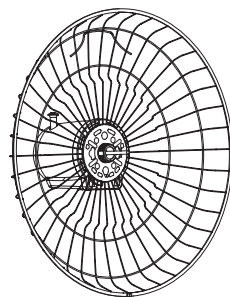
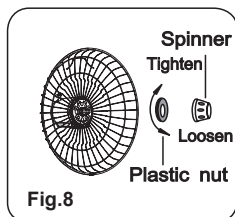

Fig. 7
Fig.8
1. Unscrew and remove the spinner clockwise (or remove from parts bag) and the plastic nut counterclockwise. Fig.8. Mount the rear guard against the motor face so that the pin at the motor face bottom fits through the tear drop hole in the rear guard mounting ring. When correctly mounted the set of two tabs on each side of the motor face will also fit through their designated holes in the mounting ring, and the rear guard will rest flat and evenly on the motor face. Fig.7.
1. Desatornille y retire el cono de rectificación a derecha (u obténgalo desde la bolsa de piezas) y la tuerca de plástico a izquierda (Figura 8). Debería sostener el eje en su lugar con una mano para desatornillar el cono de rectificación con la otra mano. Monte la guarda trasera contra la superficie del motor, para que el pasador en la parte inferior de la superficie del motor se encaje a través del orificio de goma en el anillo de montaje de la guarda trasera. Fig. 7 Una vez correctamente montado el conjunto de dos lengüetas en cada lado de la superficie del motor, también se encajará a través de sus orificios designados en el anillo de montaje, y la guarda trasera reposará de forma plana y lisa sobre la superficie del motor. Vuelva a atornillar la tuerca de plástico en la superficie del motor, para sujetar la guarda trasera en su lugar. Figura 7